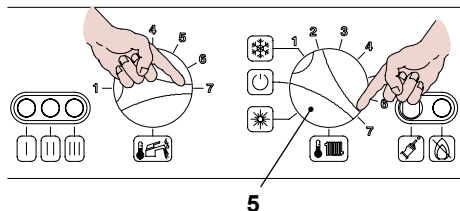

Fig. 7.6
- Gire el selector 5 como en Fig. 7.6